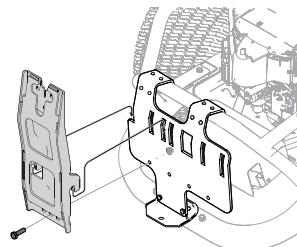

Figure 7
- Installez le support de fixation vertical (683-04519C) sur la plaque de fixation du tracteur en l'accrochant sur l'ensemble de fixation comme montré à la Figure 7.
- Fixez le support vertical à l'ensemble de montage à l'aide d'un boulon hexagonal (710-0376) et d'un contre-écrou d'épaulement (712-04063) provenant de l'ensemble de quincaillerie 689-01419. Voir Figure 7.